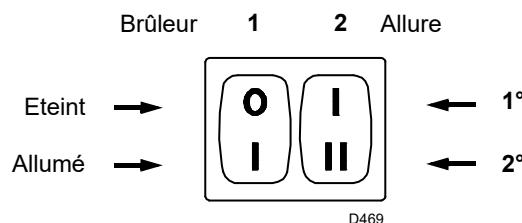

Fig. 19
- Faire démarrer le brûleur en fermant les télécommandes et en plaçant l'interrupteur 1)(Fig. 19) sur la position "ALLUME". La pompe doit tourner dans le sens indiqué par la flèche dessinée sur le couvercle.
- Lorsque le fioul déborde de la vis 4) ou 8), la pompe est amorcée. Refermer le brûleur: interrupteur 1)(Fig. 19) sur "ETEINT" et serrer la vis 4) ou 8).